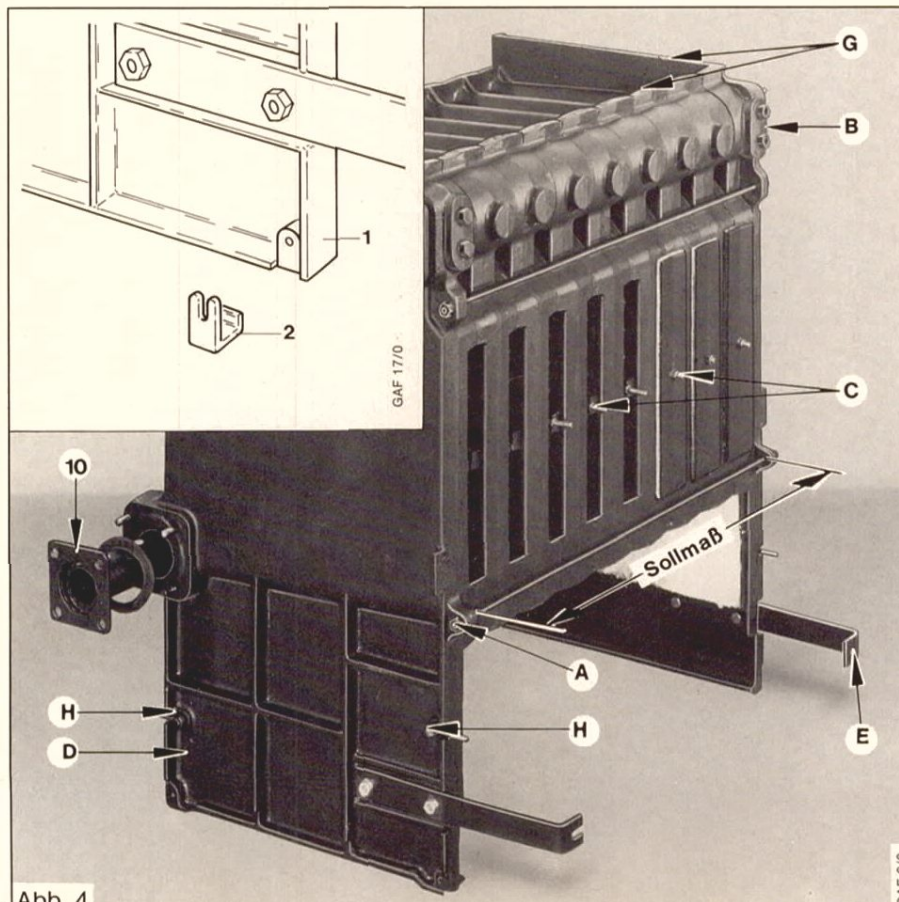

Abb. 4
Montagebock nach Montage von jeweils maximal 5 Mittelgliedern so weit verschieben, daß das letzte Mittelglied aufliegt. Dabei Gliederblock mit Hubwerkzeug anheben. Vor Lösen des Preßwerkzeugs die 3 Ankerstangen durch die Bohrungen der Endglieder stecken. Je Ankerstange 2 Unterlegscheiben, 1 ballige Scheibe sowie 2 Sechskantmuttern montieren (A) Abb. 4.
Vorlaufanschluß Schutzrohr für Instrumententafel einschrauben, (B) Abb. 4 Seite 7
Der GAF 220 erhält **grundsätzlich** ein Wasserverteilerrohr (10) Abb. 4 Seite 7 auf der Seite, auf der der Heizungsrücklauf angeschlossen wird. Die Löcher des Wasserverteilerrohres müssen nach oben zeigen.
Hammerschraube in die Aussparung innerhalb der Reinigungsöffnung einführen und mit Mutter befestigen. Reinigungsdeckel über die Schrauben schieben und mit den Messingmuttern fest verschrauben, (C) Abb. 4, Seite 7
In Bohrung (D), Abb. 4, der Endglieder Sechskantschraube nach innen durchstecken und mit Mutter kontern. Aufлагewinkel auf die Sechskant-
Haltewinkel für Verteilerrohr mit den Schrauben M10 x 40 so an Endglieder anschrauben, daß die Ausführung mit Rundloch sich auf der Gasstraßenseite befindet, (E) Abb. 4. Verteilerrohr mit Ovalflansch zur Gasstraßenseite anschrauben.
Augenschrauben (H), Abb. 4, mit Sechskantschrauben in den Aussparungen der Endglieder befestigen. Brennraumplatte und große Unterlegscheiben auf die Schrauben stecken und mit Sechskantmuttern fest verschrauben, Abb. 6.
Dichtleiste (G), Abb. 4, des Kesselblockes mit Collal-Leim einstreichen und mitgelieferte Asbestschnur ankleben.